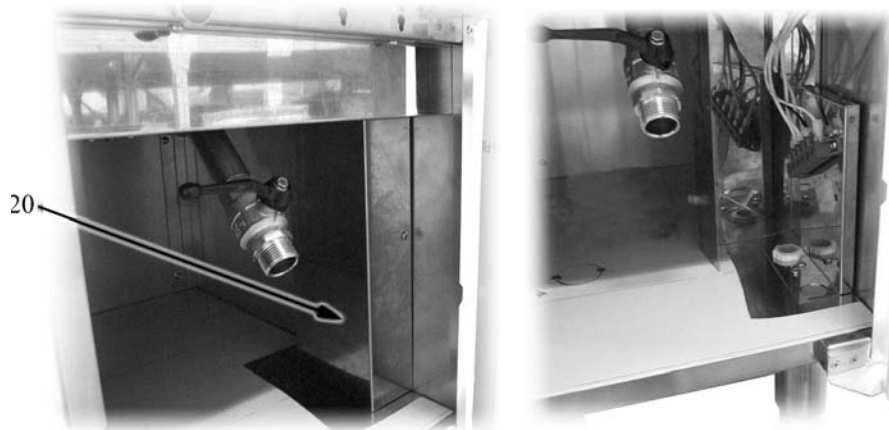

Abb. 5
- den Deckel der Klemmleiste demontieren (Pos. 20 auf Abb. 5).